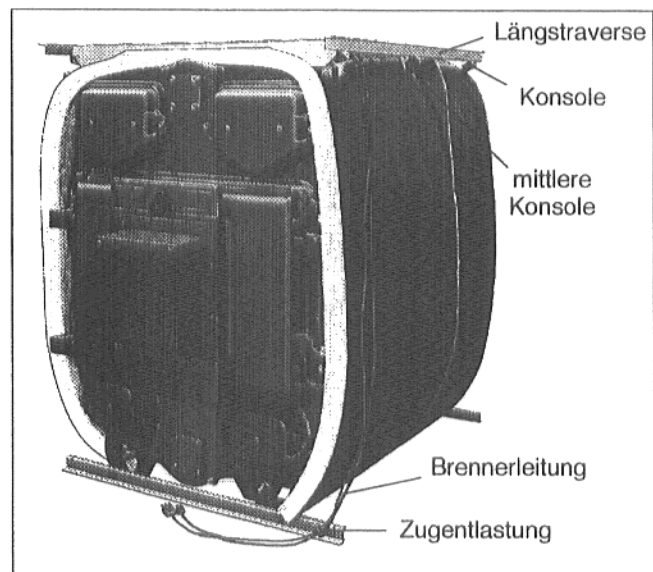

Abb. 39
- Längstraversen auf die Konsolen am Hinter- und Vorderglied auflegen (Abb. 39).
- Brennerleitung bzw. -leitungen entsprechend Abb. 39 in der Zugentlastung an der unteren Quertraverse einlegen und auf der Isolierung nach oben führen.